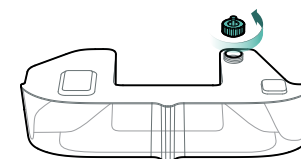

Рис. 24
5. Открутите его против часовой стрелки и залейте воду в резервуар (см. рисунок 24);